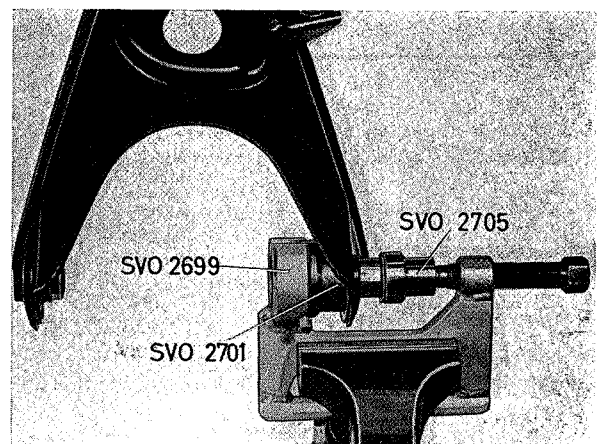

Fig. 6-30. Montage rubber bus, onderste draagarm
3. Pers de busen in met drijver SVO 2705 (nu omgekeerd) en gereedschap SVO 2701 en pers SVO 2699, zie Fig. 6-30.